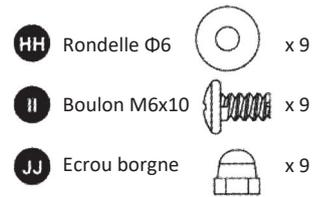

Fig. 5
Étape 6-1 (Fig. 5, 12)
2. Insérer un boulon M6x10 (II).
3. Glisser une rondelle $\Phi 6$ (HH) sur l'extrémité filetée du boulon M6x10 (II) et visser l'écrou borgne (JJ) sans le serrer.